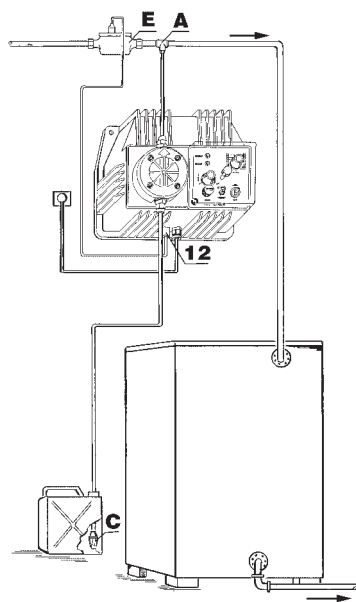

Fig. 11
❸ Ubicare la pompa come in fig. 11 tenendo presente che essa può essere fissata sia sotto che sopra il livello del liquido da dosare entro il limite massimo di 2 m. Se l'impianto da trattare lavora alla pressione atmosferica (additivazione a scarico libero) ed il serbatoio dell'additivo è posizionato più in alto dell'impianto, controllare periodicamente la funzionalità della valvola di iniezione, in quanto la sua eccessiva usura potrebbe portare all'immissione dell'additivo nell'impianto per caduta (anche ad apparecchiatura ferma). Per liquidi che emanano esalazioni aggressive, non installare la pompa sopra al serbatoio a meno che tale serbatoio risulti chiuso ermeticamente.
Il raccordo di aspirazione di conseguenza risulterà sempre nella parte inferiore della pompa dove verrà montato il tubetto con il filtro che va al contenitore del liquido da dosare. (fig. 11).
❸ Place the pump as in fig. 11, either above or below the liquid level to be metered within a maximum limit of 2 m. If the plant works at atmospheric pressure (injection of the additive without counterpressure) and the additive tank is placed above the plant, the injection valve must be checked regularly as excessive wear could cause additive syphoning due to gravity (even when the equipment is not in operation). For liquids which release aggressive fumes do not install the pump above the tank unless the tank is tightly closed.
❺ The discharge nipple (marked on the pump head with an arrow) should always stay on the upper part of the pump from where the tubing reaches the plant; therefore the suction nipple will always be on the lower part of the pump where the tubing is mounted to the filter placed into the liquid tank (fig. 11). The pumps are tested in the factory with water at 130 cm suction height.
⑨ Dopo aver installato correttamente il contatore (o lo strumento trasmettitore/indicatore per la pompa MC-mA), collegare il cavetto di uscita al CONNETTORE 12 della pompa dosatrice (fig. 11). Per la sostituzione o il montaggio del CONNETTORE vedere punto 10 pag. 8.
⑨ After having installed the w.meter (or the transmitter/indicator as for the MC-mA pump) connect the cable to the pump connector 12 (fig. 11). To replace or assemble the connector see notes 10 pag. 9. Before performing any wiring operation carefully read the product instruction manual to find out what type of function are available.